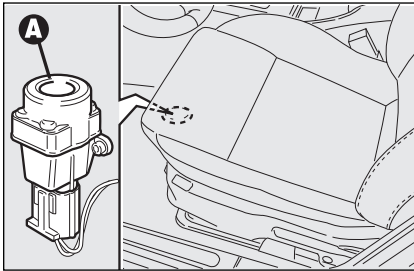

fig. 61
Druk om de brandstofnoodschakelaar weer in te schakelen op de knop **A-fig. 61**.
- druk op de knop **A-fig. 61** om de brandstofnoodschakelaar opnieuw in te schakelen;